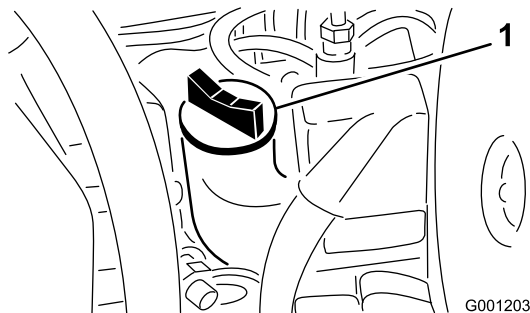

Figure 51
4. Si le niveau n'atteint pas le repère maximum, enlevez le bouchon de remplissage (Figure 51) et faites l'appoint jusqu'à ce que le niveau correct soit atteint. **Ne remplissez pas excessivement.**